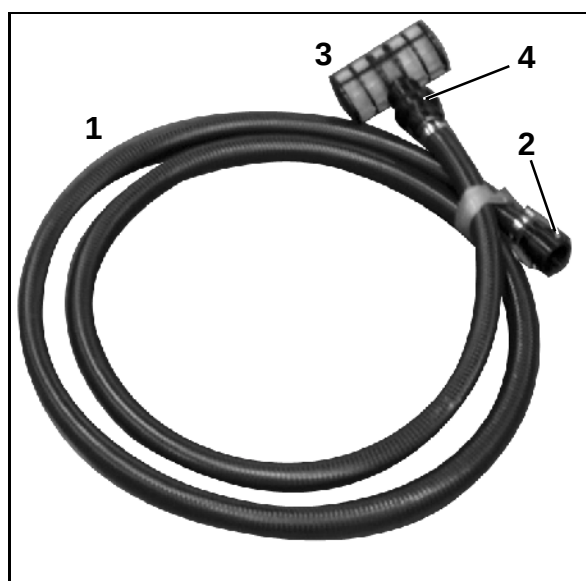

Fig. 155
1. Conectar la manguera de aspiración a través del acoplamiento rápido con la correspondiente tubuladura de aspiración (Fig. 155/1) del filtro.